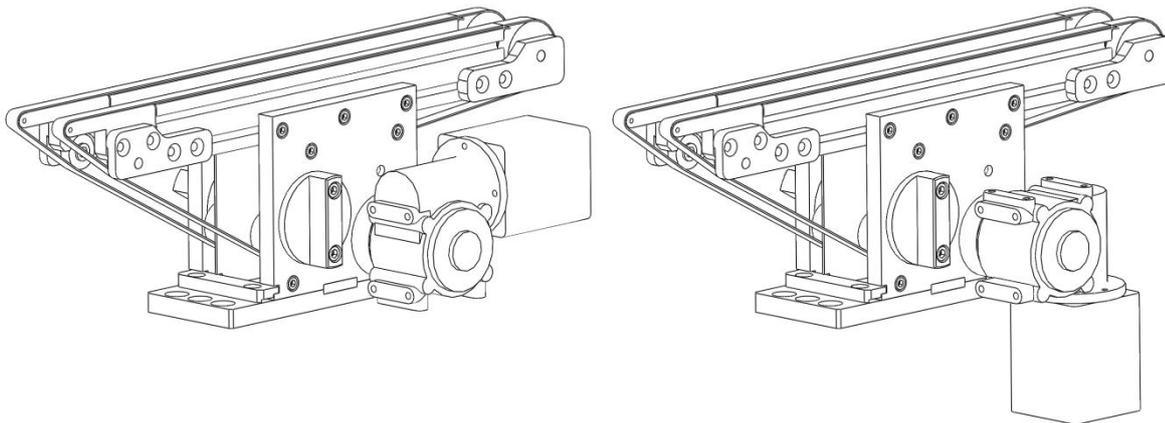

Abb. 8 Getriebemotor gedreht
- Getriebemotor nach unten zeigend (s.a. Abb. 8) aufstecken und verschrauben.